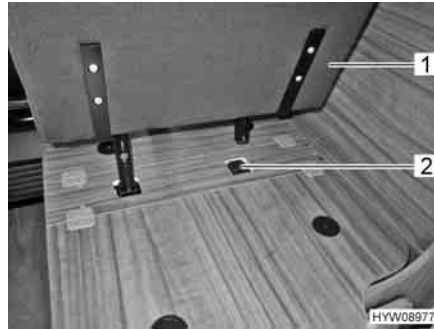

Fig. 33 Inserire il sedile installabile nel supporto
- Inserire il sedile installabile (Fig. 33,1) nel supporto (Fig. 33,2).